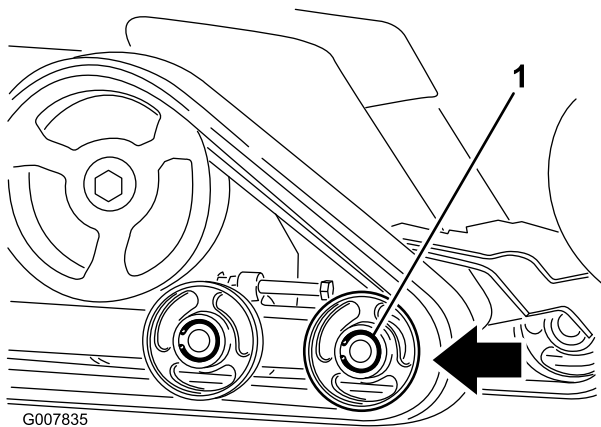

Bild 49
6. Drücken Sie das vordere Straßenrad so weit es geht nach hinten (**Bild 49**).
8. Wenn Sie die Kette vom Straßenrad entfernt haben, nehmen Sie sie von der Maschine ab (**Bild 49**).
9. Legen Sie die neue Kette, beginnend am Antriebsrad, um das Rad und stellen Sie sicher, dass die Stollen an der Kette zwischen die Distanzstücke auf dem Rad passen (**Bild 49**).
10. Drücken Sie die Kette unter und zwischen das hintere und mittlere Straßenrad (**Bild 49**).